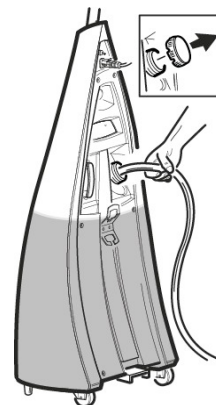

Рис. 10
- 9- Снимите пробку с заливочного отверстия (Рис. 10), заполните бак для воды питьевой водой из системы водоснабжения. Необходимо использовать чистую и пресную воду.